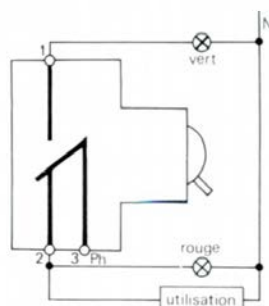

fig. 5 - commutateur à 2 positions.
- commutateur à deux positions. Raccordement, voir fig. 5,